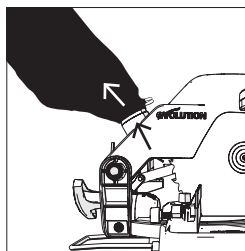

Fig. 31
- Introduceți sacul de praf peste fanta de extracție a prafului, asigurându-vă că clema cu arc strânge bine duza care ține sacul de praf (Fig. 31).